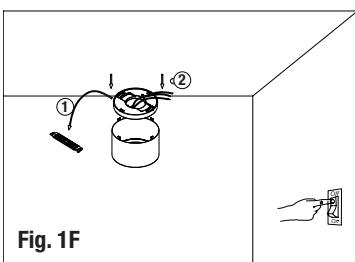

Fig. 1F
1. Turn off the power at the breaker. Remove each luminaire's mounting bracket and each cylinder's top cover, and place each luminaire horizontally inside of each cylinder - 3 in total (Fig. 1F)
1. Coupez l'alimentation électrique au niveau du disjoncteur. Retirez le support de fixation de chaque luminaire et le couvercle supérieur de chaque cylindre, puis placez chaque luminaire à l'horizontale à l'intérieur de chaque cylindre (3 au total) (Fig. 1F).